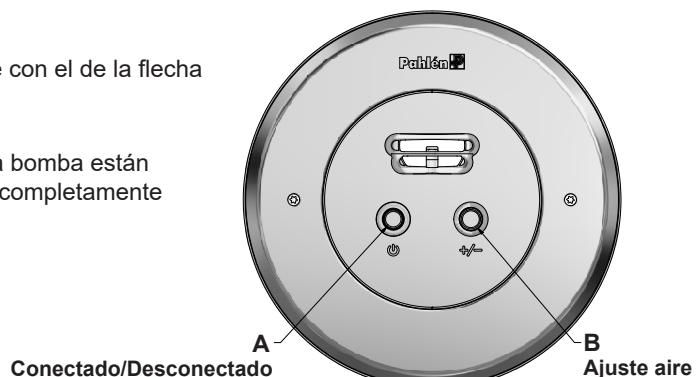

Figura 2. Frontal (Classic)
1. Arranque el Chorro a presión con el pulsador (A figura 2).
2. La mezcla de aire se puede regular con el mando giratorio (B).
3. Apague el Chorro a presión con el pulsador (A figura 2).